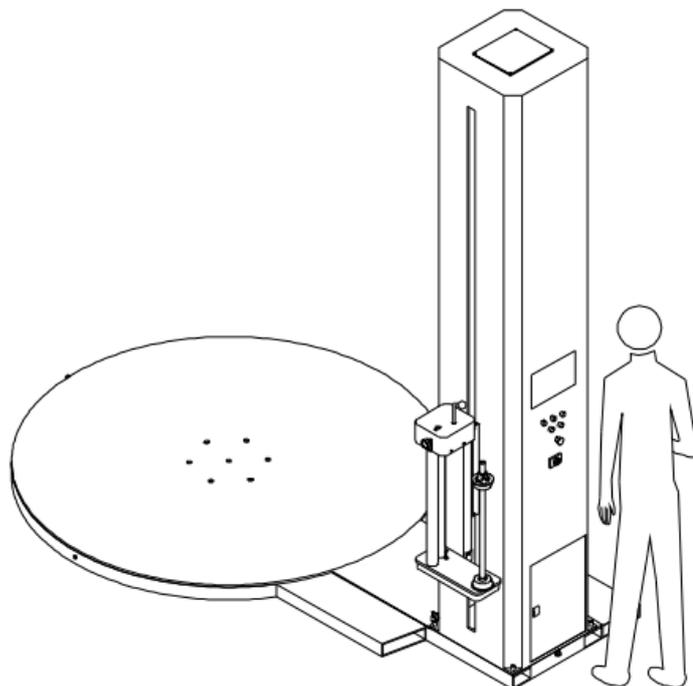

Рис. 19
- Расположение оператора по отношению к машине показано на Рис. 19;